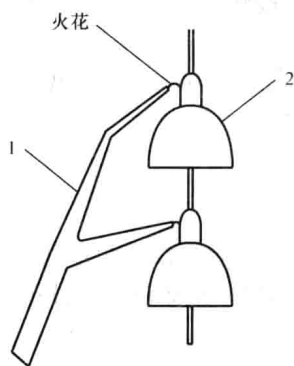

图 1-3 火花间隙试验
(1) 准备工器具：短路检测杆（金属丝做成的叉子，间隙不可调），如图 1-3 所示。
(2) 操作要点。用短路检测杆跨接绝缘子钢帽和铁脚，利用它在接触被测绝缘子前瞬间所存在一个小间隙时是否放电来判断被测绝缘子的好坏，如图 1-3 所示。该方法广泛应用于 110kV 以上线路中，如在 500kV 线路中，绝缘操作杆长，其他检测工具由于力矩过大，是人力所不能胜任的。